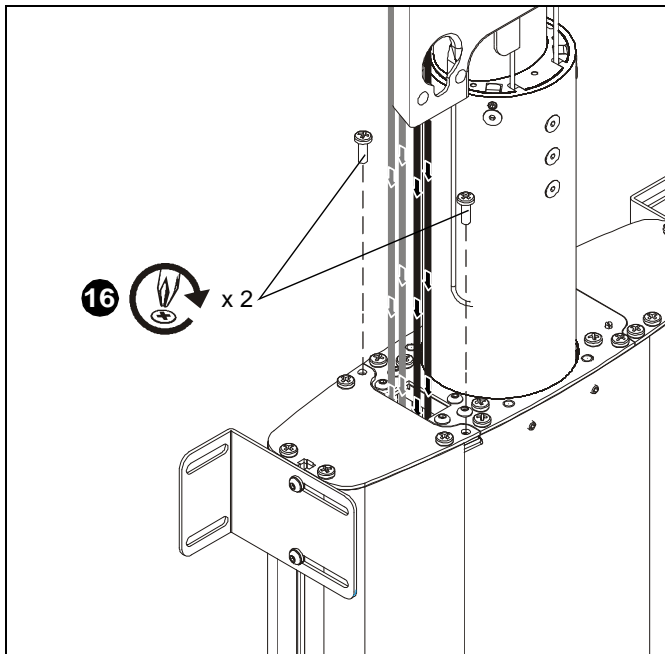

рис. 13
16. Закрепите боковую крышку направляющей кабелей на креплении CM2 с помощью двух винтов (снятых на шаге 1). (см. рис. 13)